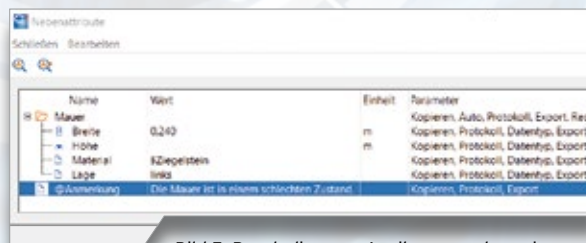

Bild 5: Durch die neue Attributverwaltung in card_1 Version 10.0 erhalten alle neu erfassten Linien automatisch die vorbelegten Attribute.
5. Neu erfasste Linien erhalten automatisch die Attribute aus der Attributzuweisung mit der spezifischen Vorbelegung der Werte, siehe Bild 5.